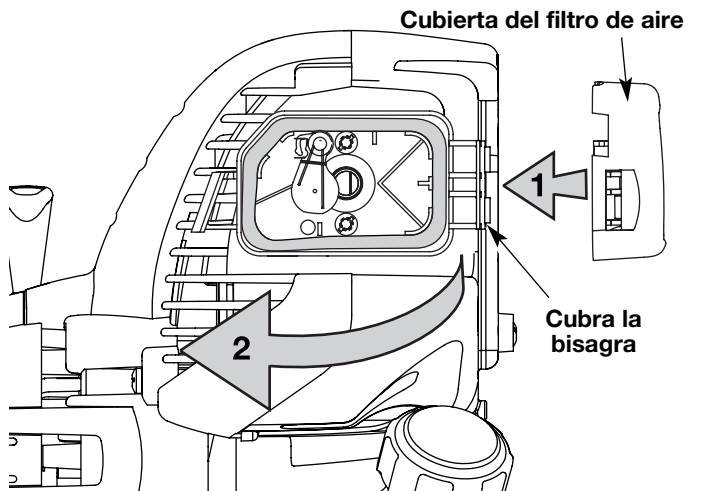

Fig. 33
7. Vuelva a instalar la cubierta del filtro de aire. Coloque los ganchos del lado derecha de la cubierta del filtro de aire en las ranuras del lado derecha de la placa posterior (Fig. 33, no.1).
8. Mueva la cubierta hacia la izquierda hasta que la orejeta del filtro de aire calce en su lugar en la ranura de la placa posterior (Fig. 33, no. 2).
12. Vuelva a colocar la cubierta del silenciador. Deslice las muescas a los lados de la cubierta del silenciador sobre las orejetas de la cubierta del motor y enganche en su lugar (Fig. 33).